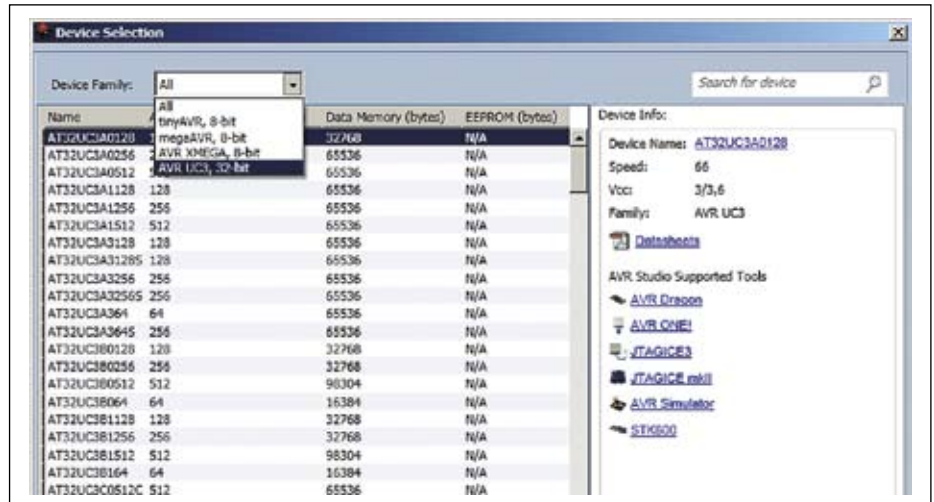

Рис. 7. Окно выбора микроконтроллера
1. AVR Studio 5, являясь единой средой разработки, обеспечивает возможность миграции проекта в знакомой среде даже между 8- и 32-разрядными платформами (рис. 7).